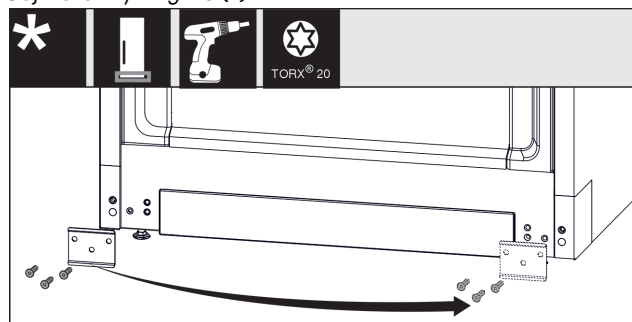

Fig. 14
- ▶ Odšroubujte plech Fig. 14 (1), přesuňte jej na druhou stranu a přišroubujte jej zpět.